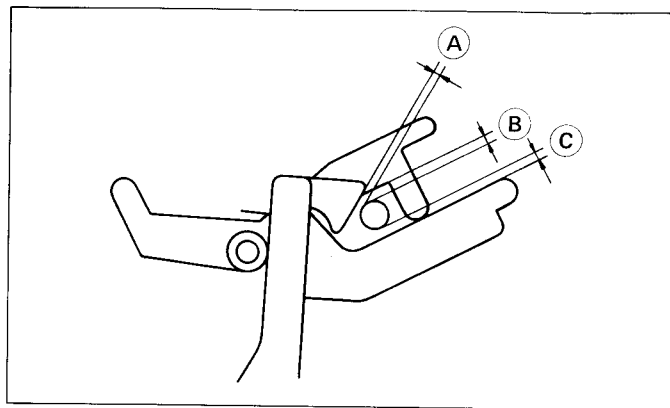

Figure 12-1 Abbildung 12-1
Place the set in play mode, and see that the pinch roller lever moves to create the gaps (A), (B) and (C) as shown in Fig. 12-1.
Das Gerät auf Wiedergabebetrieb einstellen und überprüfen, ob durch die Bewegung des Andruckrollenhebels die in der Abb. 12-1 gezeigten Zwischenräume (A), (B) und (C) erzeugt werden.
Placer l'appareil dans le mode de lecture et voir si le levier du galet pinceur se déplace pour créer les intervalles (A), (B) et (C) montrés sur la Fig. 12-1.